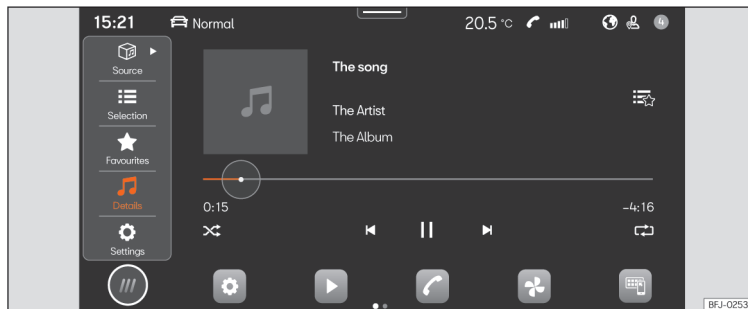

Рис. 190 Схематичний вигляд: режим «Медіаплеєр»
- Натисніть **ГОЛОВНЕ МЕНЮ** > ► >>> **рис. 190**.